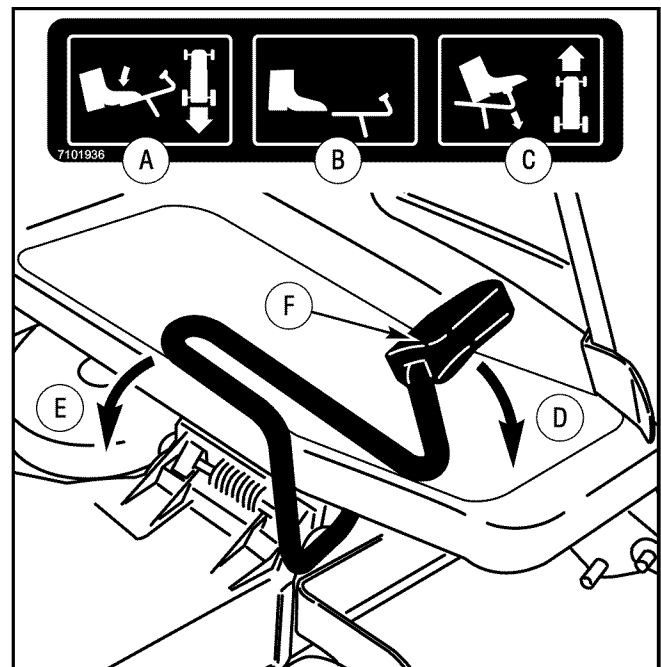

Figura 11: Funcionamiento del control de velocidad
4. Lentamente presione el **pedal de control de velocidad** hacia adelante, hasta la velocidad deseada (Figura 11).
1. Lentamente presione el **pedal de control de velocidad** hacia adelante, hasta la velocidad deseada (Figura 11).
1. Presione el **pedal de control de velocidad** (Figura 11), 0